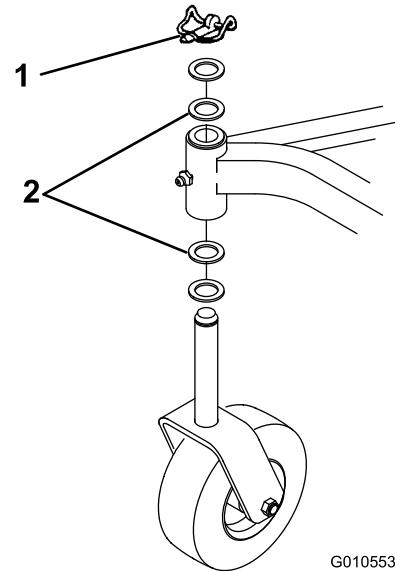

Figura 26
- A. As unidades de corte habitualmente operadas a uma altura de corte de 25 a 51 mm devem ter o lado inferior da unidade de corte elevado. Retire o pino de sujeição que prende a roda giratória na extremidade inferior (Figura 26) e retire o conjunto da roda giratória.
roda giratória na extremidade superior da unidade e retire o conjunto da roda giratória (Figura 26).